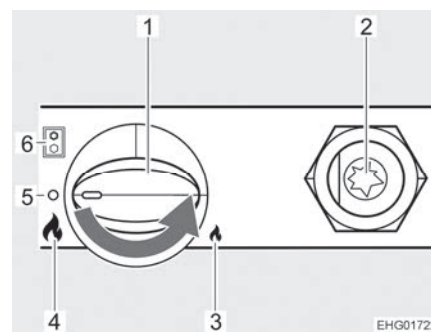

Fig. 129 Éléments de commande et d'affichage (véhicule porteur VW)
- Appuyer sur le bouton tournant (Fig. 127,4 ou Fig. 129,1) et tourner en position "flamme maximale" (Fig. 127,6 ou Fig. 129,4).
- Maintenir le bouton tournant pressé et appuyer sur la touche de l'allumage électronique (Fig. 127,3 ou Fig. 129,2).
- Tourner le bouton tournant dans la position souhaitée entre "flamme minimale" (Fig. 127,5 ou Fig. 129,3) et "flamme maximale" (Fig. 127,6 ou Fig. 129,4).
- Tourner le bouton tournant (Fig. 127,4 ou Fig. 129,1) sur la position 0 (Fig. 127,2 ou Fig. 129,5).